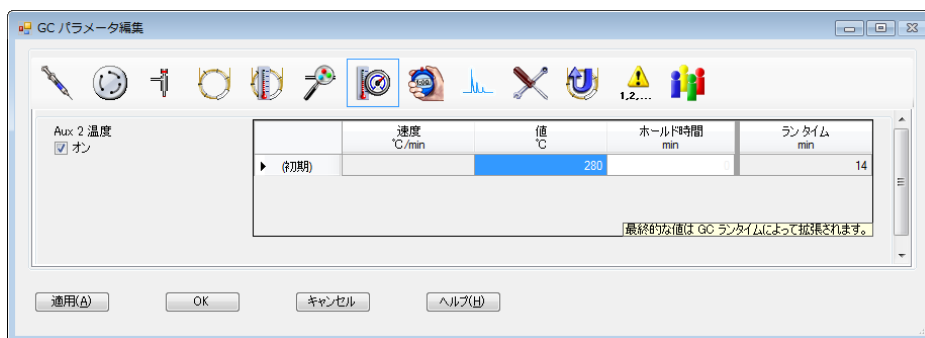

図 9 インターフェース温度の設定
- 2 [Aux] アイコンをクリックしてインターフェース温度を編集します ( 図 9 )。この例では、GC/MS インターフェース温度は Thermal Aux 2 に設定されています。